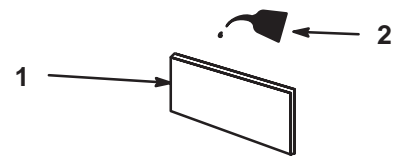

Bild 21
- C. Tränken Sie den Einsatz mit frischem Motoröl (Bild 21). Drücken Sie den Einsatz, um überflüssiges Öl zu entfernen.